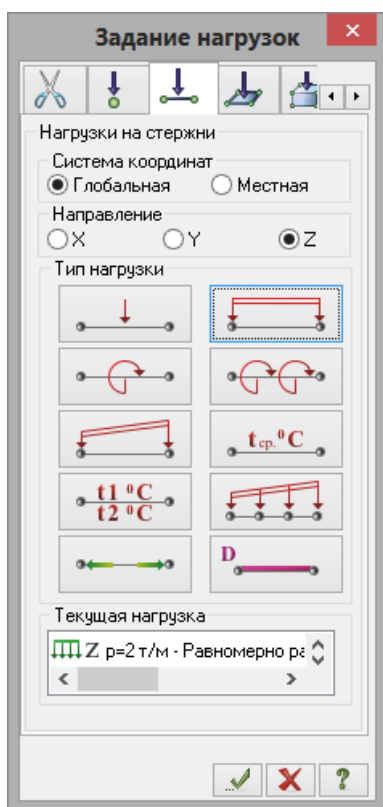

Рис.1.13. Диалоговое окно **Задание нагрузок**
Нагрузки на узлы и элементы задаются с помощью диалогового окна **Задание нагрузок** (рис.1.13), которое вызывается после выбора одной из команд раскрывающегося списка **Нагрузки на узлы и элементы** (панель **Нагрузки** на вкладке **Создание и редактирование**). Диалоговое окно содержит закладки для задания нагрузок на **узлы, стержни, пластины, объемные элементы и суперэлементы**, а также для задания нагрузок для расчета на **динамику во времени**. По умолчанию принимается, что **нагрузки принадлежат одному и тому же текущему загрузке**, номер которого был задан заранее. Окно содержит также закладку для **корректировки или удаления нагрузок текущего загрузки**.
- Вызовите диалоговое окно **Задание нагрузок** на закладке **Нагрузки на стержни** (рис.1.13) выбрав команду  – **Нагрузка на стержни** в раскрывающемся списке **Нагрузки на узлы и элементы** (панель **Нагрузки** на вкладке **Создание и редактирование**).